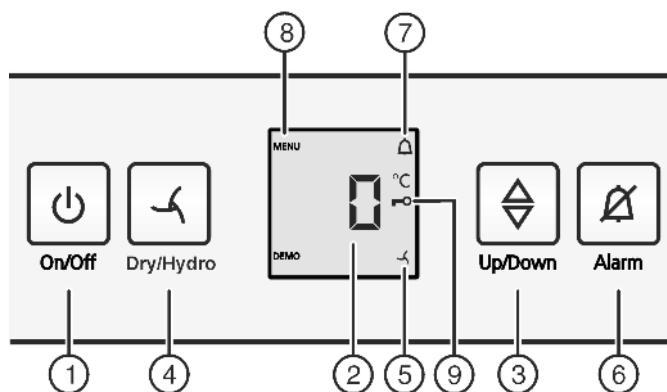

Fig. 2
- ▶ Stlačte tlačidlo On/Off Fig. 2 (1).
- ▶ Aktivujte režim nastavenia: Tlačidlo Dry/Hydro Fig. 2 (4) stlačte na cca 6 s.
- ▷ Symbol menu Fig. 2 (8) svieti.
- ▶ Tlačidlo Dry/Hydro Fig. 2 (4) stlačte krátko pre potvrdenie. Ak sa na indikátore zobrazí **⌘!**
- ▶ Pre zapnutie detskej poistky stlačte krátko tlačidlo Dry/Hydro Fig. 2 (4).
- ▷ Symbol detskej poistky Fig. 2 (9) svieti. Na indikátore bliká **c**.
- ▶ Pre vypnutie detskej poistky stlačte krátko tlačidlo Dry/Hydro Fig. 2 (4).
- ▷ Symbol detskej poistky Fig. 2 (9) zhasne. Na indikátore bliká **c**.
- ▶ Deaktivácia režimu nastavenia: Stlačte tlačidlo On/Off Fig. 2 (1).
- ▶ Stlačte tlačidlo Alarm Fig. 2 (6).